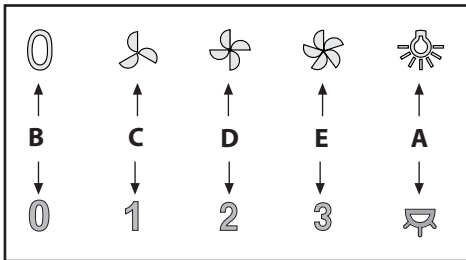

Fig.10
• **Betjening-senhed (Fig.10) mekaniske** er følgende tegnforklaring gældende: